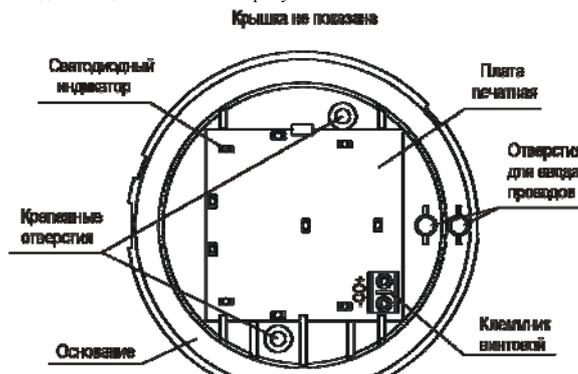

Рисунок 1
- удалить в основании одну из заглушек в отверстиях для ввода проводов (рисунок 1) и провести провода от источника питания через отверстие;